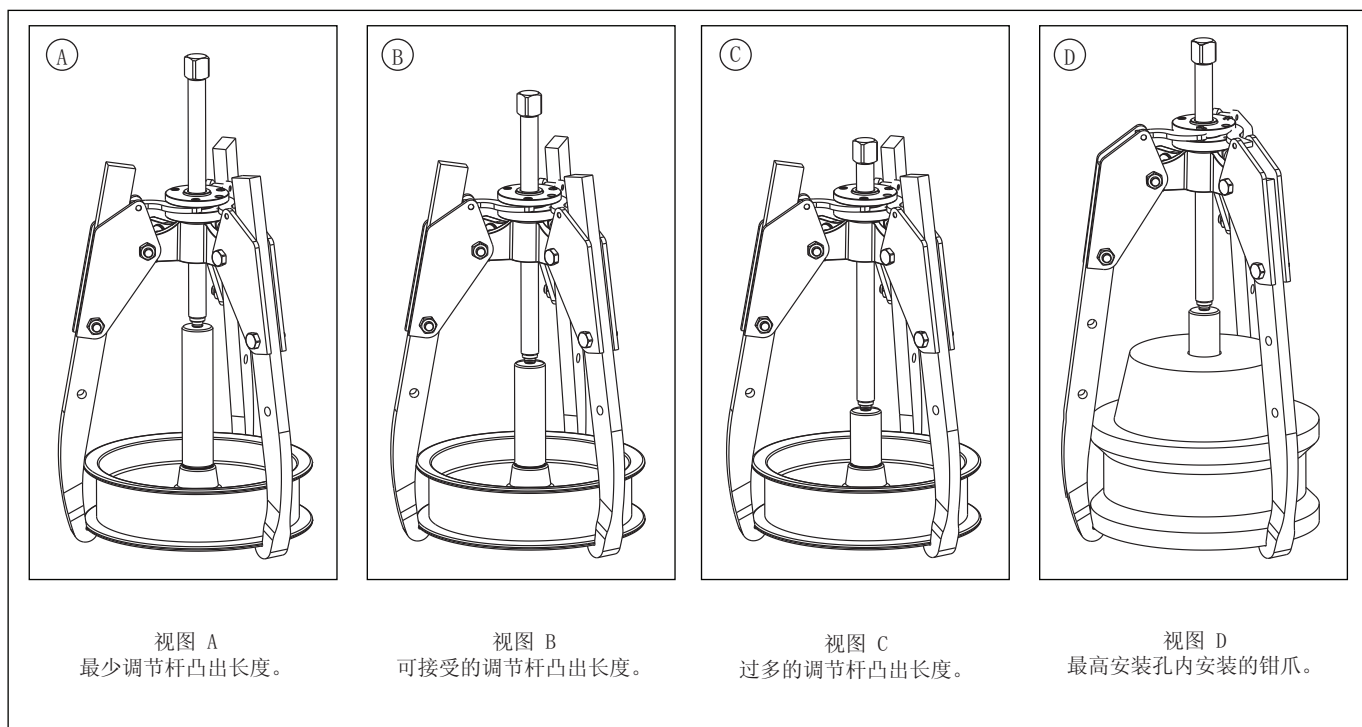

图 6 钳爪安装位置和调节杆高度
- 随着顺时针方向转动调节杆，其将从拔轮器主体下方凸出。受力的调节杆长度增加，并且调节杆有很大可能在拔轮器操作过程中弯曲。请参见图 6，视图 A、B 和 C 项。
- 仅在需要为大型部件提供额外的间隙时，才在最高的安装孔位置安装钳爪。请参见图 6，视图 D。